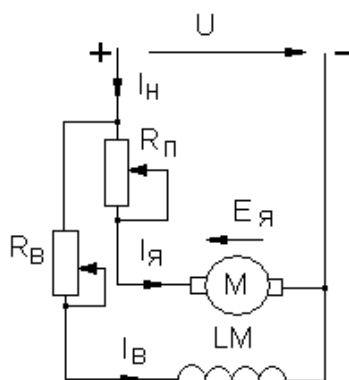

Рис.6.1. Схема ДПТ с параллельным возбуждением
*Задача.* Двигатель постоянного тока с параллельным возбуждением (рис.6.1), с номинальным напряжением  $U_{\text{н}}=220\text{В}$ ,  $P_{\text{н}}=10\text{кВт}$ ,  $\eta_{\text{н}}=85,5\%$ ,  $n_{\text{н}}=970$  об/мин. Потери мощности в цепи якоря  $\Delta P_{\text{я}} = 5,2\%$  и в цепи возбуждения  $\Delta P_{\text{в}}=4,2\%$  от потребляемой мощности двигателя  $P_{\text{ин}}$ . Определить: ток в цепи возбуждения  $I_{\text{вн}}$ , ток цепи якоря  $I_{\text{я.н.}}$ , номинальный вращающий момент ДПТ  $M_{\text{н}}$ , пусковой момент двигателя  $M_{\text{п}}$  при условии, что  $I_{\text{п}}/I_{\text{я.н.}}=2,5$ .